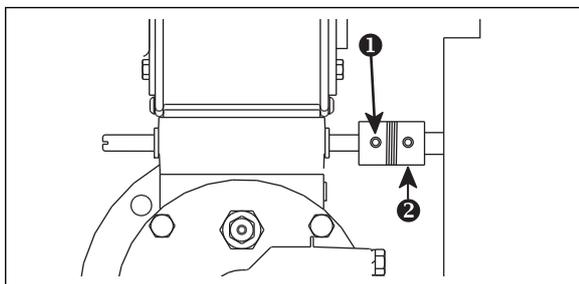

Abbildung 4.3. Stellmotor mit Gelenkkupplung
- a. Bei Luftregelmotoren, die über eine Kupplung mit Stellschrauben gemäß Abb. 4.3 verfügen, ist die Stellschraube ❶ auf der Brennerseite der Kupplung ❷ zu lösen.
- d. Bei Luftregelmotoren, die über eine Kupplung mit Stellschrauben gemäß Abb. 4.3 verfügen, ist das Regelventil gut festzuhalten und die Stellschraube anzuziehen ②.